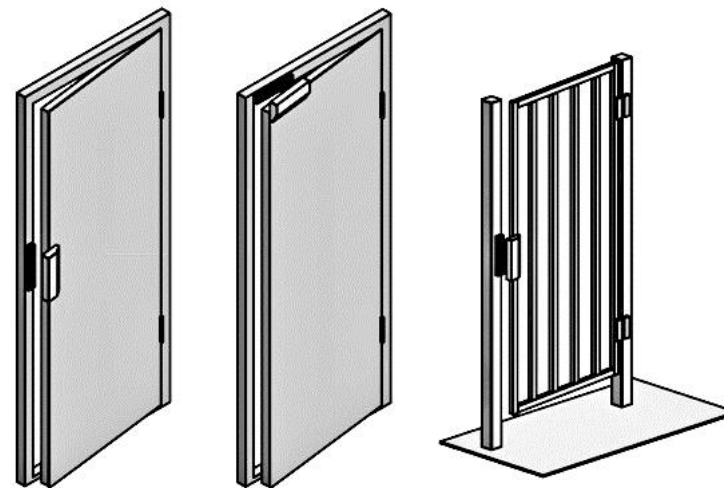

Рисунок 4 – Варианты установка замка
5.8 Возможные варианты применения изделия смотри рисунок 4.